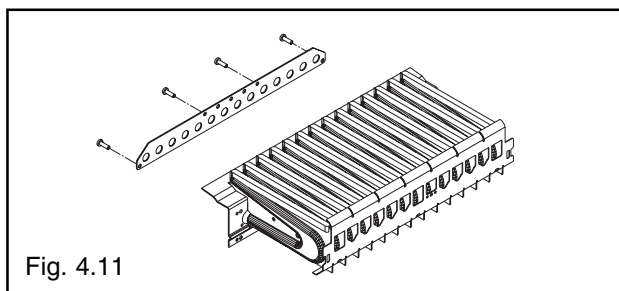

Fig. 4.11
- per trasformazione da gas metano a GPL, inserire la flangia al bruciatore (se presenti i fori di fissaggio) con le viti in dotazione (scegliere la flangia in base al numero di elementi del bruciatore) (fig. 4.11)
- per trasformazione da GPL a gas metano, togliere la flangia posteriore dal bruciatore (se presente) (fig. 4.11)